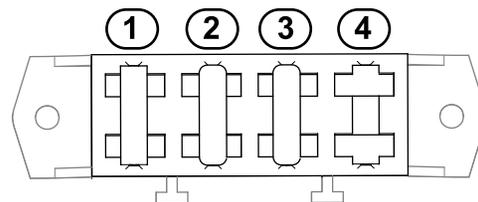

Figure 24
3. Contrôlez les fusibles dans le porte-fusibles (Figure 24).
4. Si l'un des fusibles est défectueux, remplacez-le par un fusible de tension et d'intensité adéquates (Figure 24). Pour connaître les références des fusibles spécifiques, reportez-vous au *Manuel d'entretien* du groupe de déplacement.